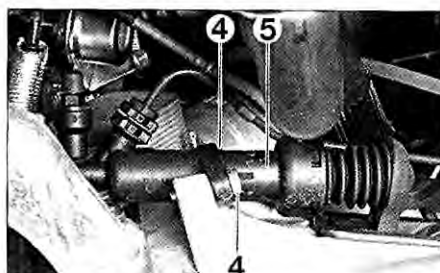

FIG. 56
• Desmontar los tornillos de fijación (4) del receptor de embrague (5) (fig. 56).